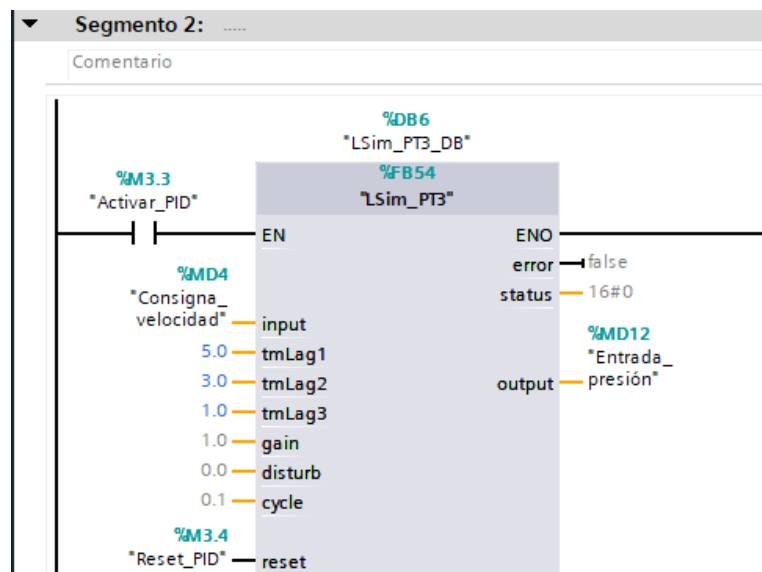

Figura 45. Configuración del bloque LSim_PT3.
- Luego se procede a configurar los parámetros de entrada y salida del bloque LSim_PT3_DB (ver Figura 45).